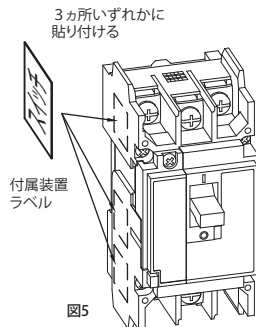

図5
- ⑤同梱の付属装置ラベルをブレーカの側面(3カ所いずれか)に貼り付けてください。(図5)